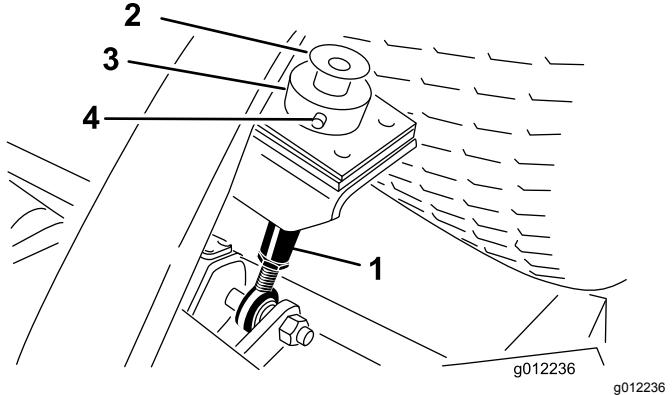

Figura 20
2. Rimuovete il bullone e la rondella montati sulla sommità di ogni asta dell'altezza di taglio (Figura 20).
3. Rimuovete la coppia e il perno con testa che fissano il collare dell'altezza di taglio alla relativa asta sulla parte posteriore dell'apparato di taglio (Figura 20). Rimuovete il collare dell'altezza di taglio.